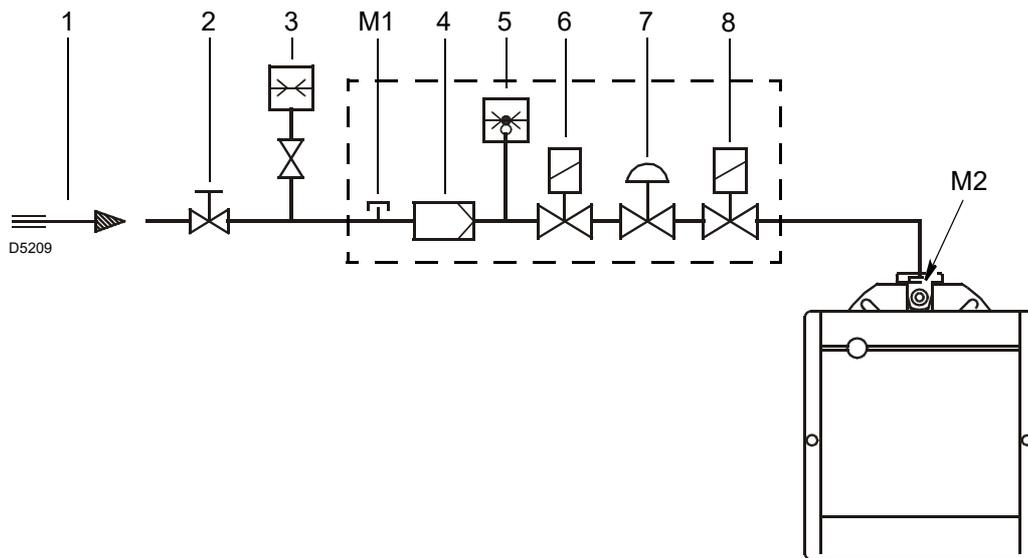

Abb. 17
Zeichenerklärung (Abb. 17)
Gasdruck, gemessen am Anschluss M2)(Abb. 17) unter folgenden Bedingungen:
- vom Gasdruck am Anschluss M2)(Abb. 17) den in der Brennkammer vorhandenen Druck abziehen.
Gasdruck am Anschluss M2)(Abb. 17) = 10 mbar
Um hingegen den am Anschluss M2)(Abb. 17) notwendigen Gasdruck zu ermitteln, nachdem die höchste Modulationsleistung festgelegt wurde, bei der Brenner arbeiten soll:
- Rechts, in Spalte 1, den Druck am Anschluss M2)(Abb. 17) ablesen.